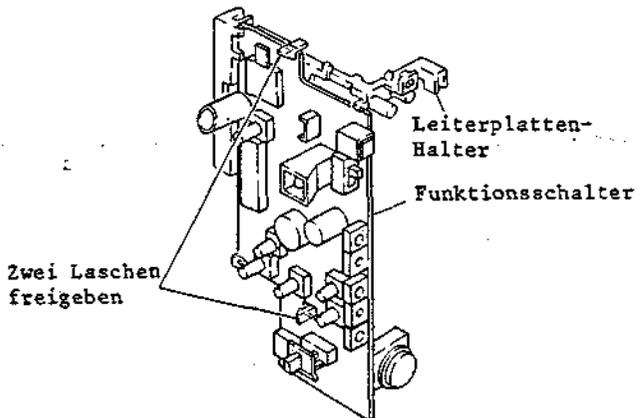

Abb. 2-15 Ausbau der Funktionsschalter-Leiterplatte
6. Zwei (2) Laschen freigeben und die Funktionsschalter-Leiterplatte abnehmen (siehe Abb. 2-15).